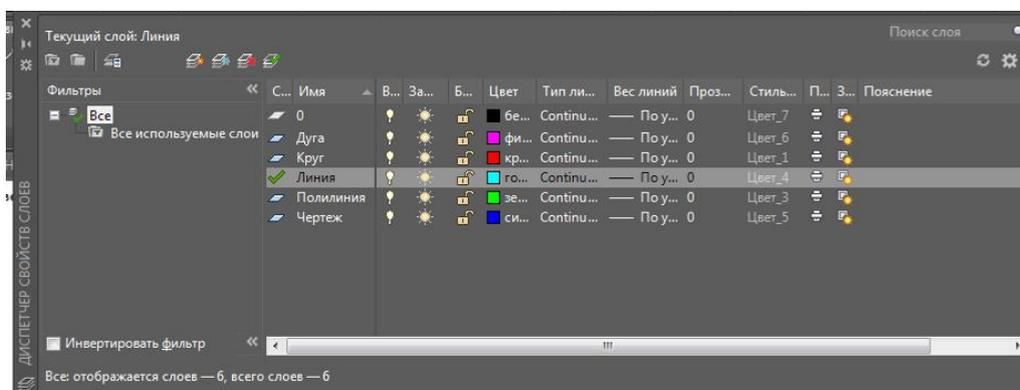

Рис.1
2. Используя пункт меню *Формат* ⇒ *Слой*, или кнопку  на панели инструментов, создайте слои для построения примитивов. В открывшемся окне "Диспетчер свойств слоев" задайте имя слоя, цвет и тип линии (рис. 1)